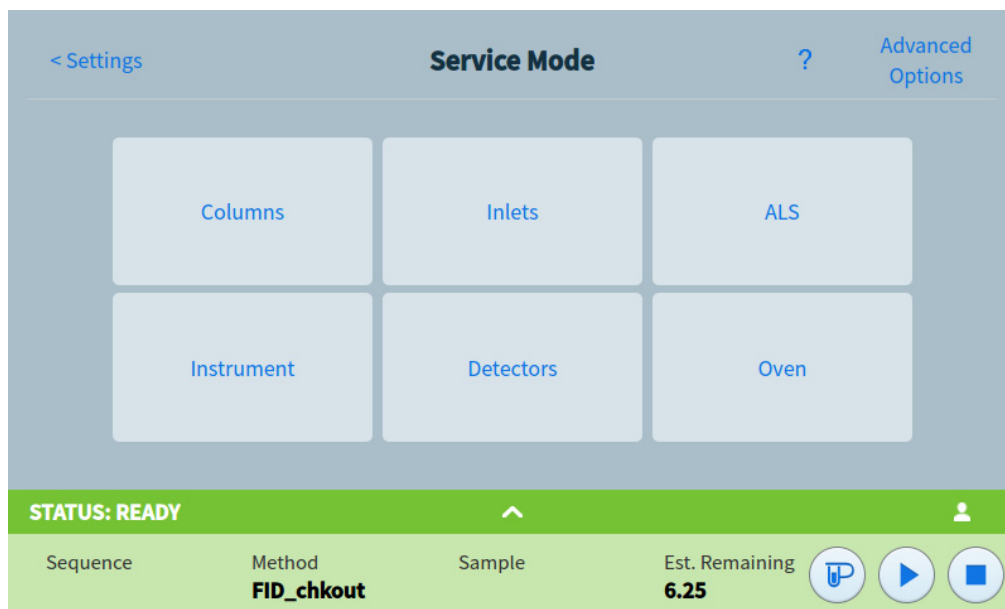

Figure 35 Page Mode Service
- 2 Appuyez sur **Mode service**. La page Mode service apparaît. Voir Figure 35.